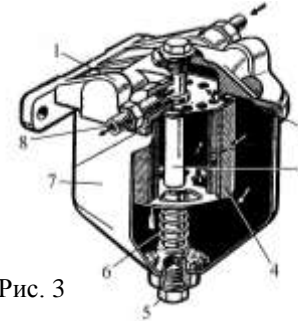

Рис. 3
8. Яка частина паливного фільтра-відстійника позначена на рис. 3 цифрою 4?